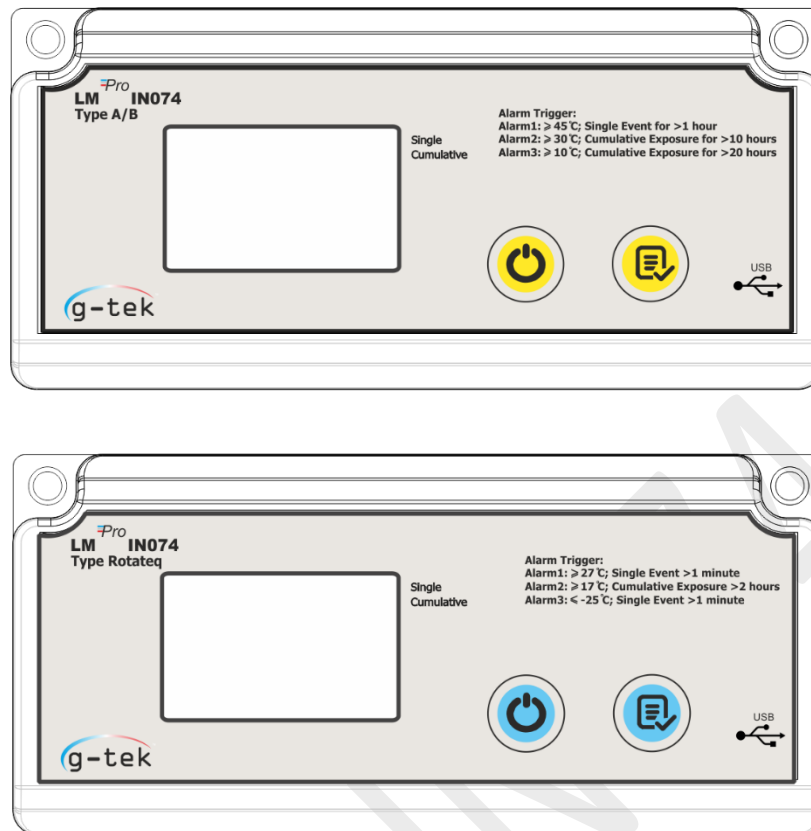

Figure 1 Modèles d'indicateurs électroniques d'expédition LM^{Pro} IN074
- La figure 1 montre quatre modèles d'indicateurs électroniques d'expédition LM^{Pro} IN074, à savoir: Type C, Type Prevenar, Type A/B et Type Rotateq. Type C, Type Prevenar, Type A/B et Type Rotateq.